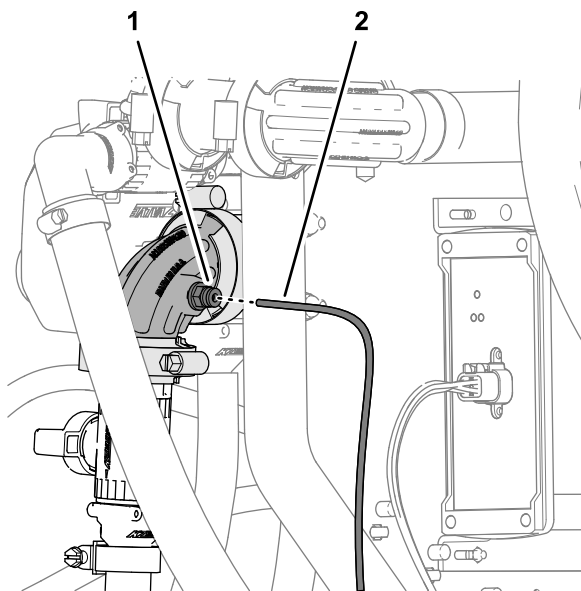

Figura 137
2. Alinhe a extremidade do tubo sensor de pressão (plástico) para o indicador de pressão no painel com o anel de fixação do acoplador do tubo na união de 90° da válvula de bloqueio da varinha manual ou kit de cilindro de tubagem elétrico (Figura 137).
3. Insira o tubo no anel de tensão até o tubo estar devidamente colocado (Figura 137).